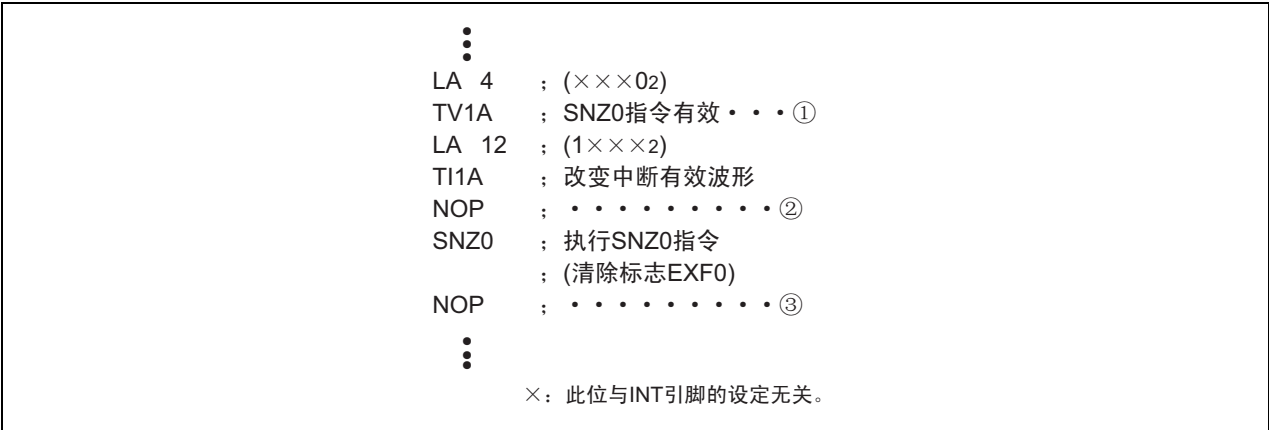

图 DD-8 外部 0 的中断程序例 3
- 在更改寄存器 I1 的 bit2 的内容时，有时需要根据 P13/INT 引脚的输入状态将外部 0 的中断请求标志（EXF0）置“1”。为了防止发生意外的中断，必须在将中断控制寄存器 V1 的 bit0 清“0”（图 DD-8①）后更改寄存器 I1 的 bit2 的内容。而且，必须在至少执行一条指令后执行（图 DD-8②）SNZ0 指令，将标志 EXF0 清“0”。另外，考虑到因 SNZ0 指令发生跳越的情况，必须在 SNZ0 指令后插入 NOP 指令（图 DD-8③）。